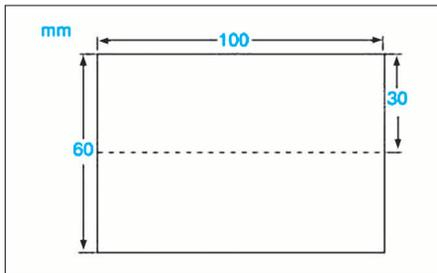

FIG. 23
- Réaliser un morceau de carte laminée (Fig.23) puis la plier en deux dans le sens de la longueur.